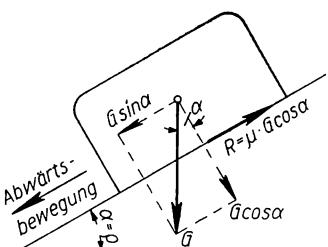

Bild 251
- c) Der Körper gleitet von selbst gleichförmig abwärts, wenn $P' = 0$ wird, also $P' = G \sin \alpha - \mu G \cos \alpha = 0$ (Bild 251) oder $G \sin \alpha = \mu G \cos \alpha$. Die abwärts treibende Kraft $G \sin \alpha$ überwindet dann gerade den entgegenwirkenden Reibungswiderstand $\mu G \cos \alpha$. Die Gleichung ergibt $\sin \alpha = \mu \cos \alpha$,